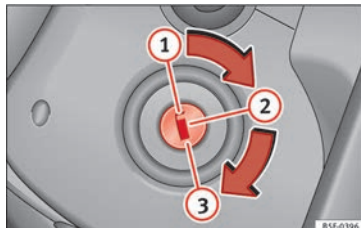

Fig. 165 Posizioni della chiave di accensione.
- Girare la chiave fino a raggiungere la posizione (1) » **fig. 165**.
- Estrarre la chiave di accensione dalla posizione (1) » **fig. 165** » ⚠.